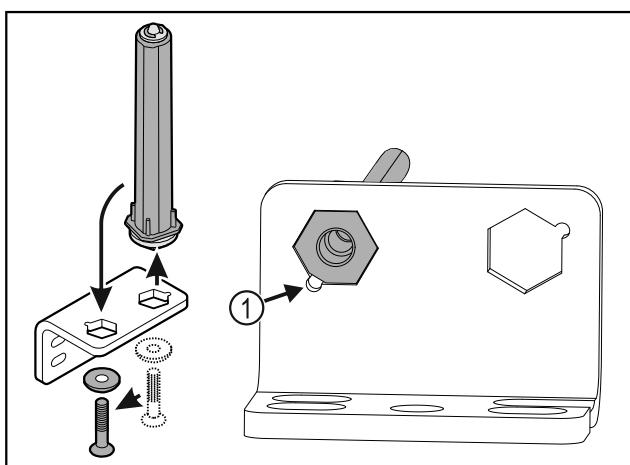

Fig. 36
- Dbajte na to, aby pri nasadzovaní ukazoval úkos čapu Fig. 36 (1) k okrúhlemu otvoru.